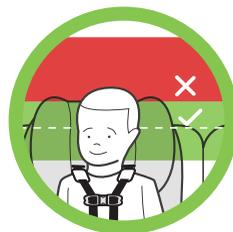

Figure 115
**Orientation vers l'avant** – Le haut des oreilles de l'enfant DOIT être sous la partie supérieure de l'appui-tête du siège d'auto, tel qu'illustré dans la **Figure 115**. Si le haut des oreilles de l'enfant dépasse la partie supérieure de l'appui-tête du siège d'auto dans sa position la plus haute, l'enfant est alors trop grand pour ce siège d'auto.